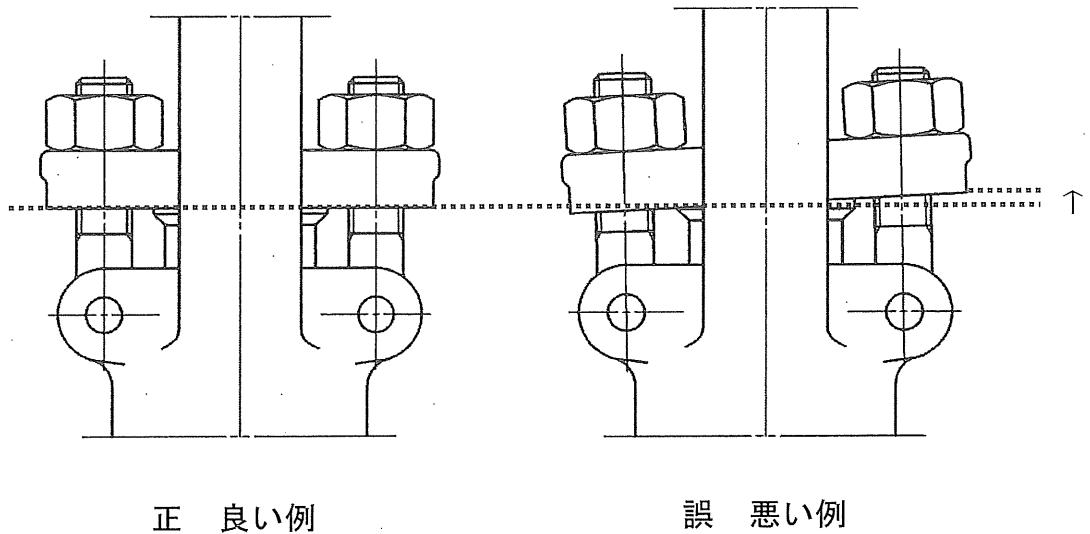

図 7.3 グランドボルトナットの締め付け調整例
- ③ 弁棒ねじ部にはグリースを塗ることによって焼き付きやかじりを防止することができます。
- ④ グランドパッキンを挿入する場合は、グランドパッキンの切り口が重ならないように、1リングずつ挿入し、且つ1リングずつ毎に適当な締付力を与えてください。
- ⑤ 図 7.3に示すとおり、グランドボルトナットを締めながらハンドル車の廻り具合をみてグランドを片締めしないように交互に平均した力で調整してください。